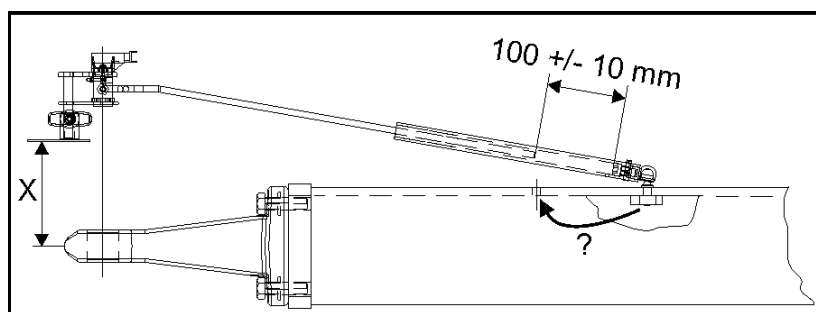

Fig. 118
5. Introduceți, respectiv extrageți semi-axele în poziția dorită. În acest sens, determinați dimensiunea "x" de la muchia exterioară a cadrului de bază (Fig. 118/1) până la mijlocul roții stropitoarei și introduceți, resp. extrageți corespunzător semi-axa.